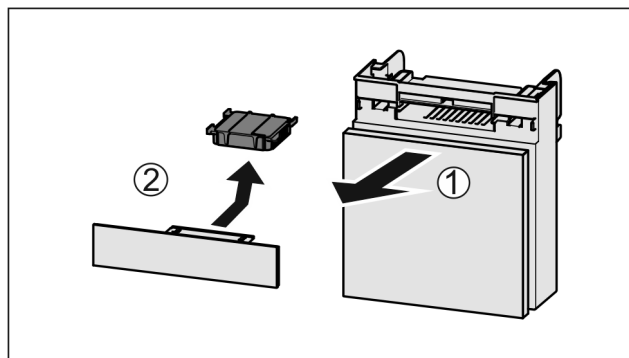

Fig. 140
- ▶ Predal izvalcite Fig. 140 (1) naprej.
- ▶ Odstranite Fig. 140 (2) aktivni ogljeni filter.